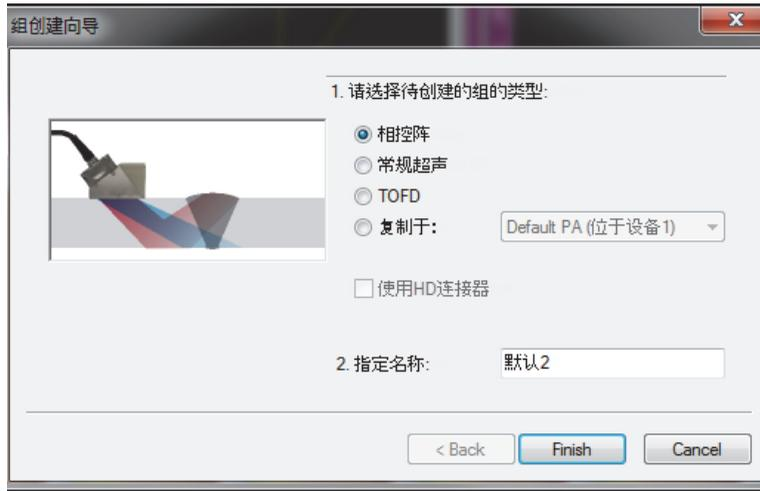

图 4-4 组创建向导对话框
2. 在出现的**组创建向导**对话框中（参见第99页的图 4-4），执行以下步骤：